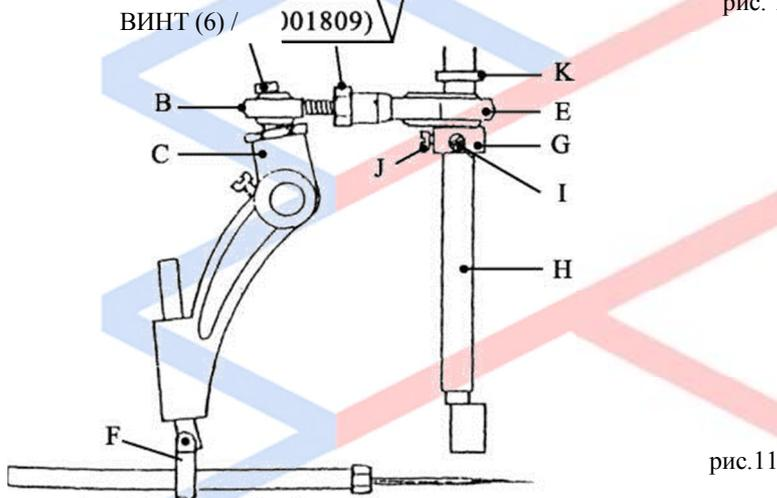

рис. 11
E. Замена и настройка эксцентрикового механизма (см. рис. 11)
a. Ослабьте винт (A) для отсоединения наконечника (B) от рычага игловодителя (C), затем ослабьте гайку (D), чтобы отрегулировать расстояние между механизмом (E) и наконечником (B). Подходящее